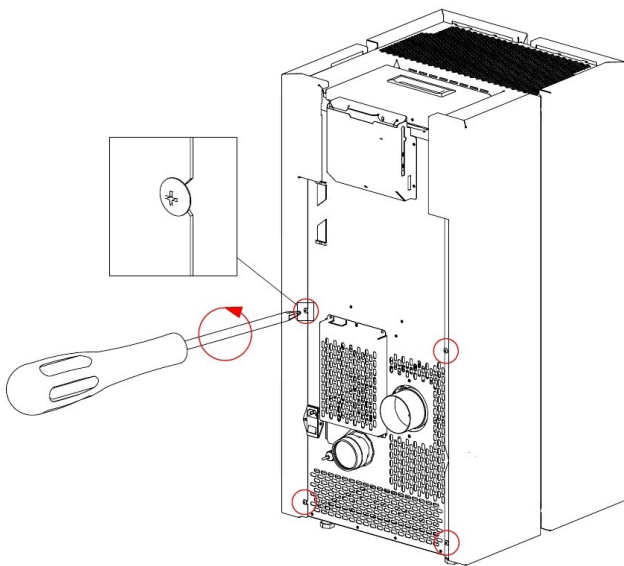

Fig. 27 - Verwijder de schroeven
- De schroeven 4 achterste schroeven losdraaien (zie Fig. 27 op pag. 20).